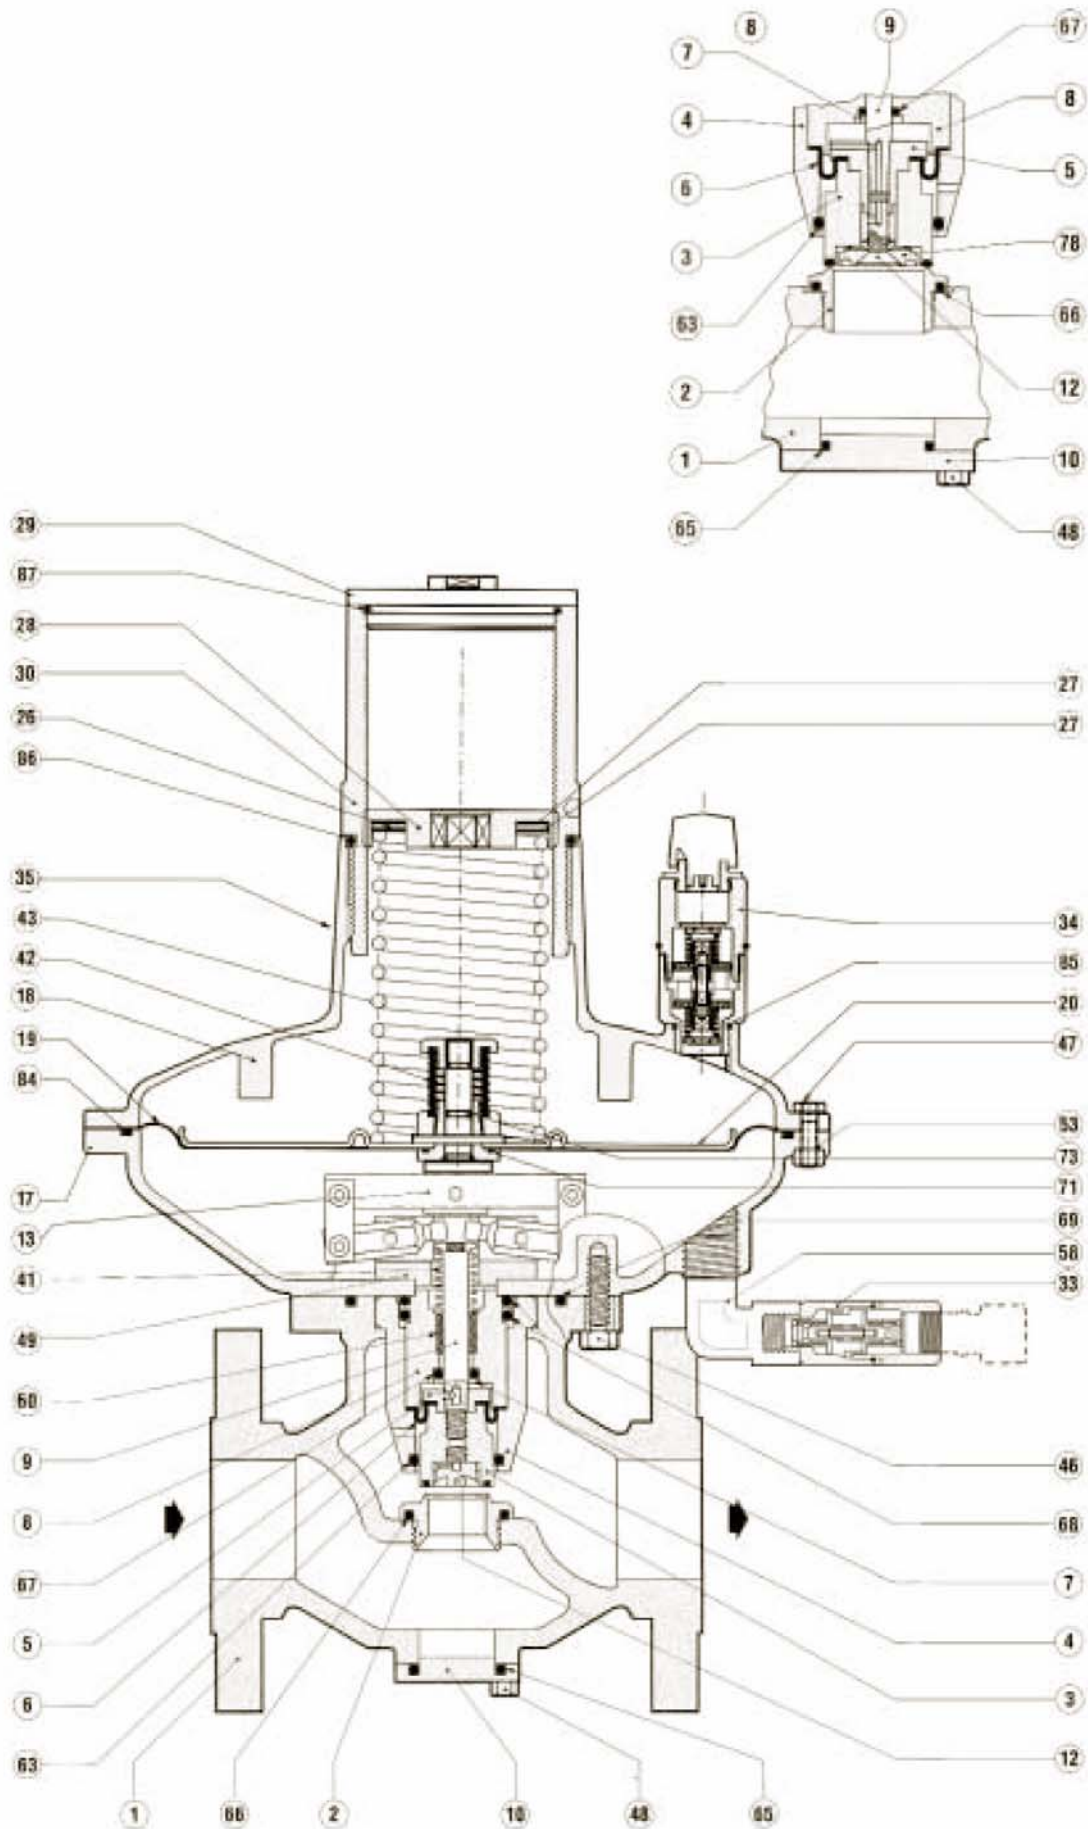

Рис. 19
Табл. 9 (см. Рис. 19 и 20)
(см. Рис. 19)
- 9) В случае регулятора Dival 160 (Рис. 19а) выверните винт (поз. 12) из обтюлятора (поз. 3), затем ослабьте шток (поз. 9), связанный с обтюратором (поз. 3). Для этого действуйте на гайку, приклеенную к штоку, и грани (лыски), имеющиеся на обтюраторе.